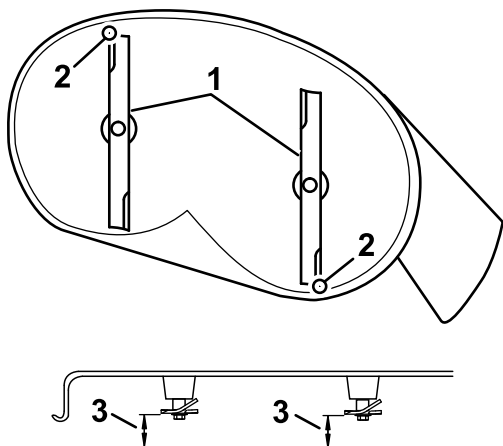

Рисунок 64
4. Осторожно поверните ножи так, чтобы они были расположены в продольном направлении (Рисунок 64).
- Измерьте расстояние от конца переднего ножа до плоской поверхности и от конца заднего ножа до плоской поверхности (Рисунок 64).